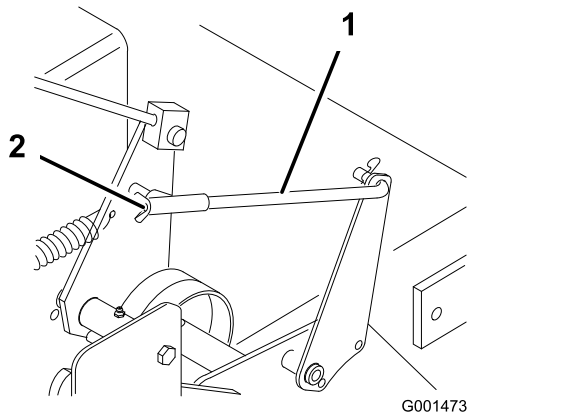

Figura 35
5. Para ajustar el freno, gire las tuercas de orejeta de las varillas de freno (Figura 35).